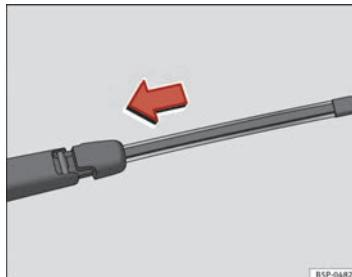

Fig. 132 Colocar la escobilla de limpialuneta
- Sitúe la escobilla, tal como se indica en la ⇒fig. 132 y deslice el adaptador hasta que encastre.